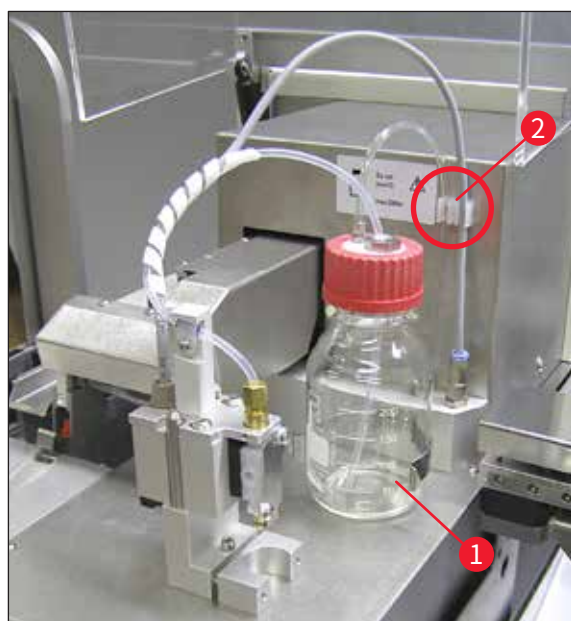

图 12
6. 将盖子 (→ 图 10-5) 拧到封片剂瓶 (→ 图 12-1) 上, 并将封片剂瓶插入到固定架 (→ 图 12) 中。